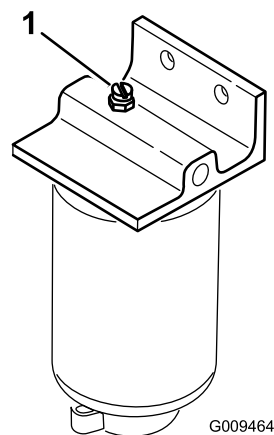

Figura 41
3. Abra o tampão de ventilação do separador de água/combustível (Figura 41).